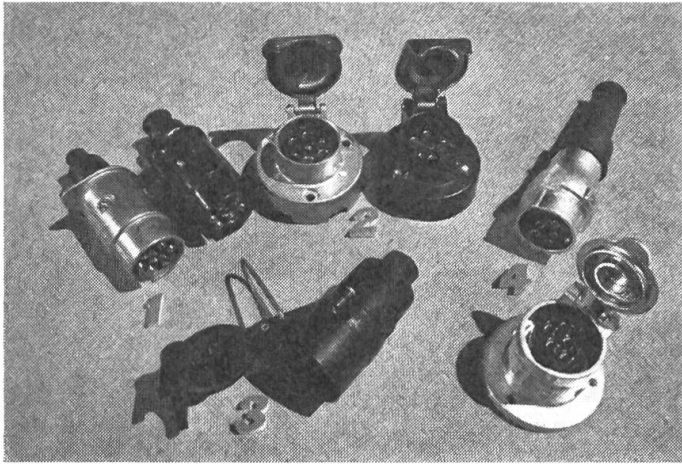

Abb. 2
Auf der Abbildung 2 sind nach DIN 72577 normalisierte Stecker (1) und Dosen (2) in Metall- und Kunststoffausführung sowie eine Kupplung (3) und die Scintilla-Ausführung (4), welche nicht mehr verwendet werden sollte, zu sehen.